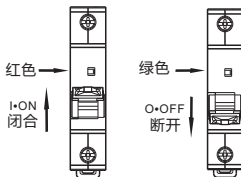

图2 NB1-63(H)闭合、断开状态指示
5.1 安装使用前先检查断路器标志与所使用的工作条件是否相符；断路器闭合、断开状态指示如下图2